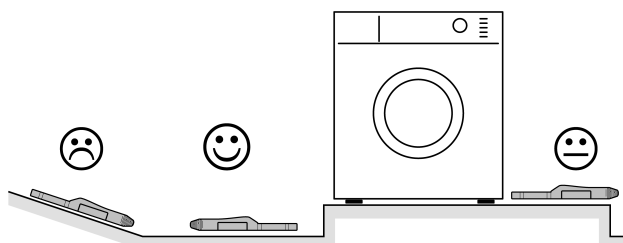

рисунок 3: Подходящие и неподходящие места для монтажа
- i** Не размещайте прибор на наклонных поверхностях, возвышениях или цоколе (рисунок 3).